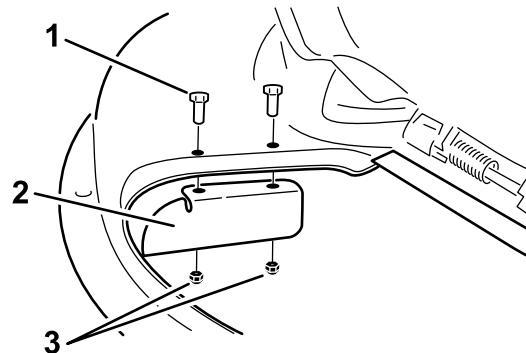

Figure 34
- Montez le déflecteur d'ouverture sur le plateau de coupe (Figure 34).
3. Enlevez le déflecteur d'ouverture du plateau de coupe (Figure 34).